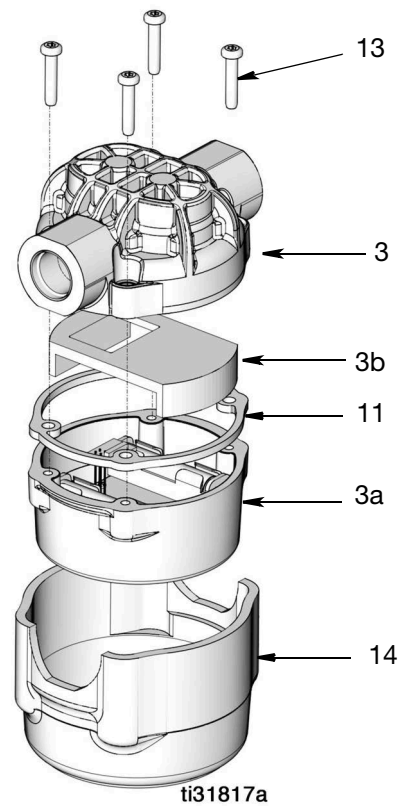

图 14
2. 卸下防撞护罩 (14) (图 14)。
3. 从流量计 (3) 外壳上卸下 4 颗螺钉 (13)，然后卸下电子装置挡板 (3a) (图 14)。
4. 卸下电池固定器 (3b) (图 14)。
7. 重新安装电池固定器 (3b) (图 14)。
8. (将挡板密封条 (11) 重新安装到计量单元 (3) 顶部的唇缘上。将电子挡板 (3a) 放在挡板密封条 (11) 上 (图 14)。
9. 重新装好螺丝 (13) (图 14)。以对角线形式将螺钉拧紧至 15-25 英寸-磅 (1.7-2.8 牛·米)。
10. 重新装好防撞护罩 (14) (图 14)。